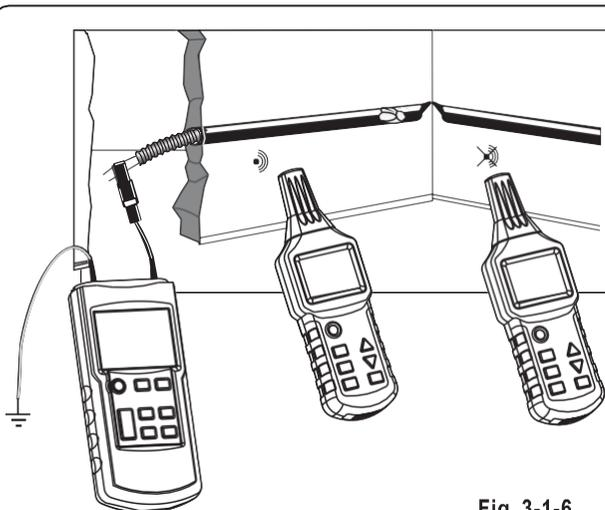

Fig. 3-1-6
- Il trasmettitore è collegato a un tubo elicoidale metallico (tubo metallico o tubo flessibile) e un filo di terra ausiliario, come mostrato in Fig.3-1-6;